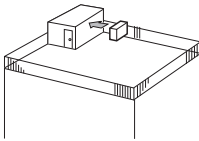

Fig. 2-4
- ① Positionnez la sortie d'air vers le mur le plus proche et à environ 35 mm (13 25/32 po) de celui-ci. (Fig. 2-4)